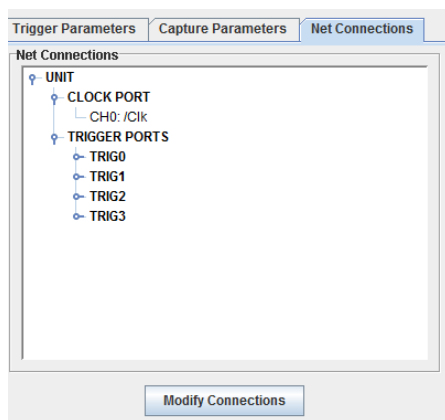
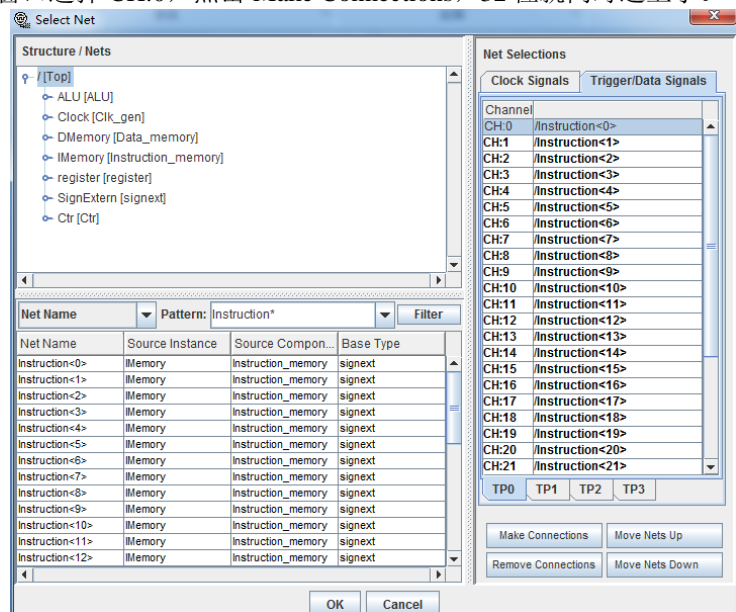

图 23. 配置连接
图 24. 选择网络
- 连接需要抓取的采样信号，以及采样的时钟信号。图 23 所示，点击 Modify Connections，进入图 24 所示的窗口，在左下方窗口选择信号，右侧窗口选择需要连接的位置，然后点击 Make Connections。这里主要采样了 Instruction[31:0]，PC[9:2]，ALURes[31:0]，DmemRdData[31:0]。